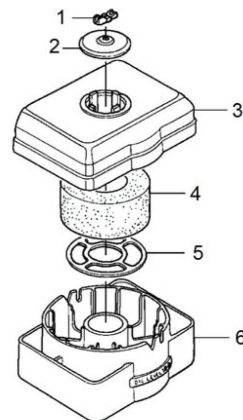

Рис. 20
1. Открутите гайку крышки воздушного фильтра (Рис. 20).